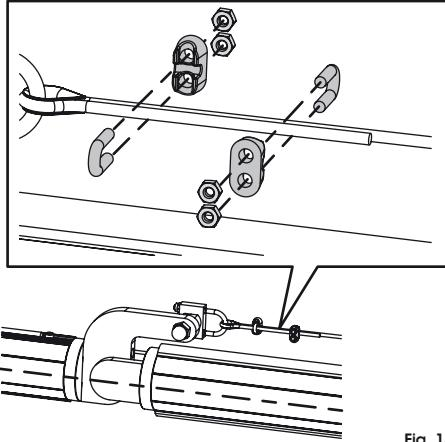

Fig. 13
18. Allineare i due spezzoni di asta ed fissare la fune metallica coni due morsetti in dotazione, fig. 13.
Per garantire il corretto fissaggio della fune metallica è necessario rimuovere, nella zona di fissaggio, la guaina in plastica dalla fune metallica e posizionare i due morsetti girati di 180° l'uno rispetto l'altro, vedi fig. 13.
18. Align both rod sections and secure the metal rope using both supplied clamps, fig. 13.
*To ensure a correct fastening of the metal rope, remove in the securing area, the plastic sheath from the metal rope and position both clamps 180° with respect to each other, see fig. 13.*